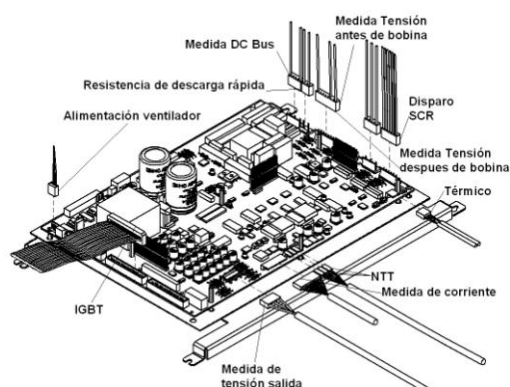

Figura 7.2.6 Retirar el cableado de la tarjeta de potencia.
Consultar la figura 7.2.6 mientras se siguen estas instrucciones:
- 7) Conectar los diferentes cables en sus respectivos conectores (ver figura 7.2.6)